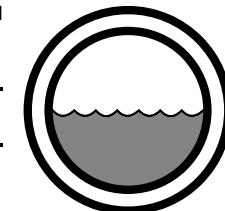

Рисунок 9
Контроль количества масла осуществляется через смотровое окно ⑥ (см. Рис. 1). Правильный уровень масла находится между отметками «MIN» и «MAX» (см. Рис. 9).